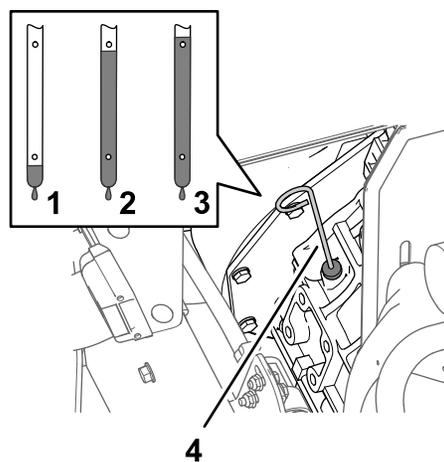

Figura 74
6. Retire a vareta e verifique o nível de óleo no motor (Figura 74).
7. Adicione devagar o óleo especificado para elevar o nível até à marca Cheio da vareta (Figura 74).